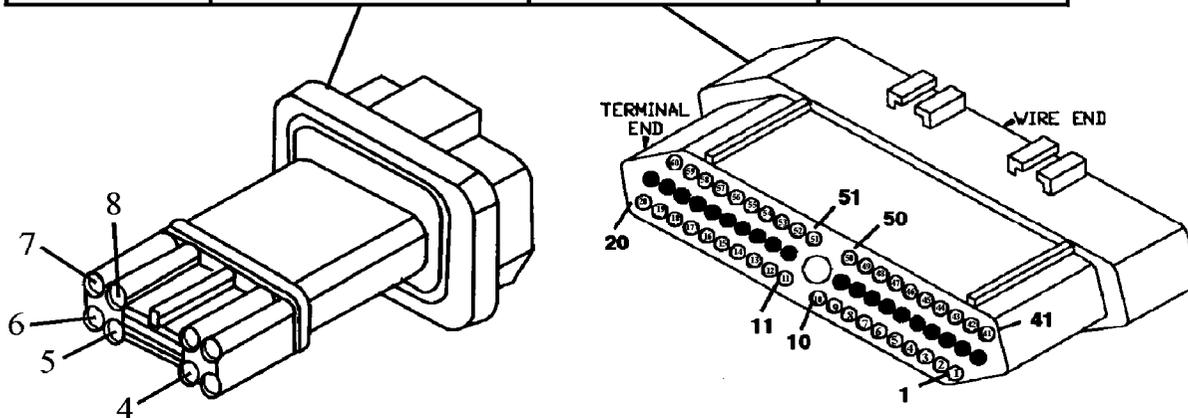

Figura 55
- Si al levar a cabo ésta prueba se encuentra un abierto en uno de los alambres de los solenoides, use la figura 55 como guía para hacerle una prueba de continuidad al alambre en cuestión.